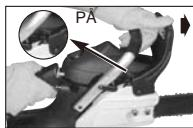

Fig. 7B
2. KEDJEBROMSEN är FRÅNKOPPLAD (kedjan stoppad) när bromsspaken är i det främre läget och kedjebromsens spärr är i läget PÅ. Det ska inte gå att flytta kedjan. (Fig. 7B)